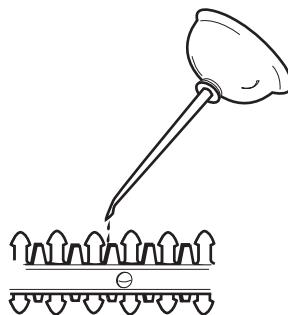

Fig. 16
- Appliquez de l'huile mécanique fluide le long du bord supérieur de la lame (Fig. 16). Appliquer de l'huile sur toute la longueur de la lame.